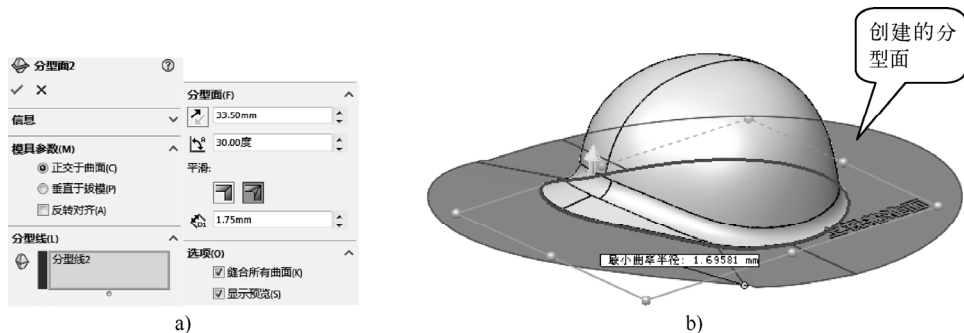

图 10-49 创建分型面操作
STEP 3 单击“模具工具”工具栏的“分型面”按钮，打开“分型面”属性管理器，设置分型面的延伸方式为“正交于曲面”，设置分型面的延伸长度为“33.5mm”，如图 10-49 所示，单击“确定”按钮继续。